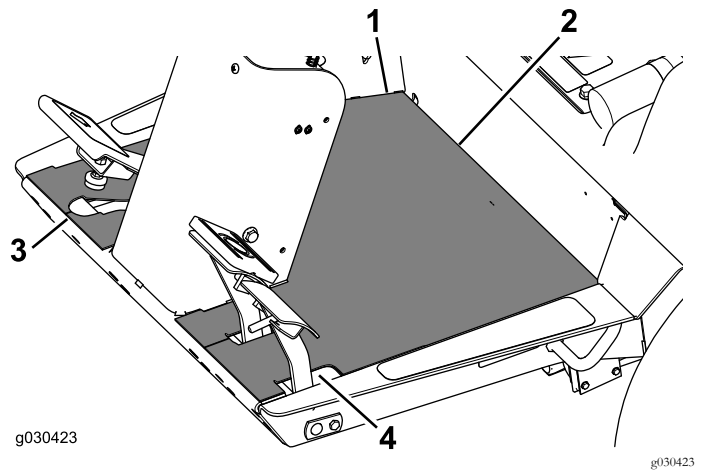

図 22
4. 床板の後ろの縁を、運転台とキックプレートとの交差線に合わせる 図 22。